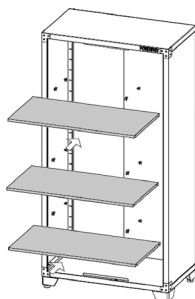
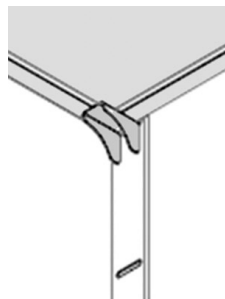

Figure 7.
Figure 8
8. Placez chacune des trois tablettes (n^o 15) sur un jeu de supports (fig. 7). Vous pourriez devoir incliner la tablette pour la faire passer dans l'ouverture avant. Poussez vers le bas sur chaque coin de la tablette pour vous assurer qu'elle est complètement appuyée. Si la tablette bouge ou s'incline, un des supports pourrait être dans la mauvaise fente (fig. 8).